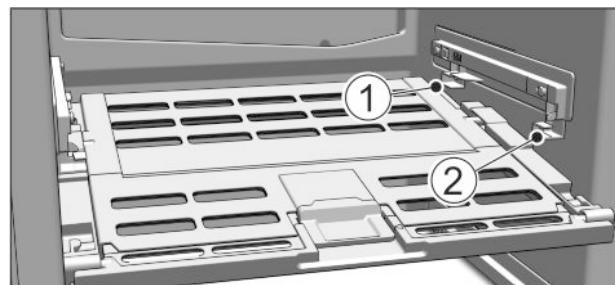

Fig. 75
- Поставяне на капака на отделението Fruit & Vegetable-Safe: Пъхнете шийките на капака отдолу в задния държач Fig. 75 (1) и фиксирайте отпред в държача Fig. 75 (2).